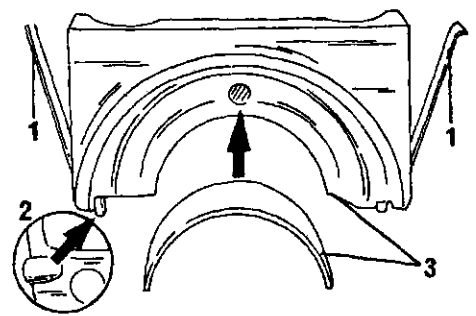

Рис. 74. Установка крышек подшипников. 1. Боковые уплотнения 2. Центрирующий штифт 3. Обращать внимание на маркировку крышки и вкладыша подшипника
- Поставить с соответствием с маркировкой крышки подшипников и хорошо их пристучать. Сначала установить крышки подшипников 1, 2, 3 и 4 и слегка затянуть их крепление. С нижней стороны крышек имеются центрирующие штифты, которые должны безупречно войти (Рис. 74).